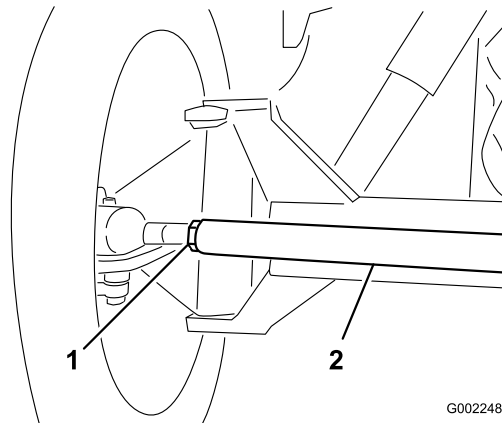

Figure 52
3. Si les mesures sont hors spécifications, desserrez les écrous de blocage aux deux extrémités de la bielle (Figure 52).